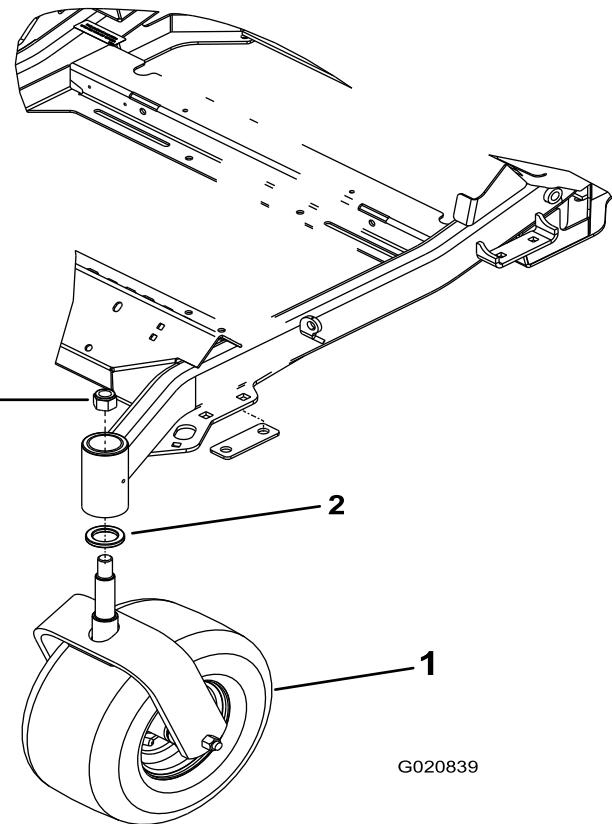

Figure 4
1. Insérez le déflecteur à graisse dans le châssis (Figure 4).
2. Assemblez l'ensemble roue pivotante dans le châssis et installez le contre-écrou (3/4 po) comme illustré à la Figure 4.